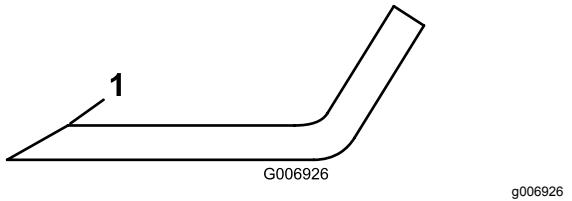

Figura 85
ranhuras. Afie apenas a zona superior da parte cortante e mantenha o ângulo de corte original para garantir que está afiada (Figura 85).
6. Se apresentar sinais de desgaste ou ranhuras, afie apenas a zona superior da parte cortante enquanto mantém o ângulo de corte original (Figura 85).